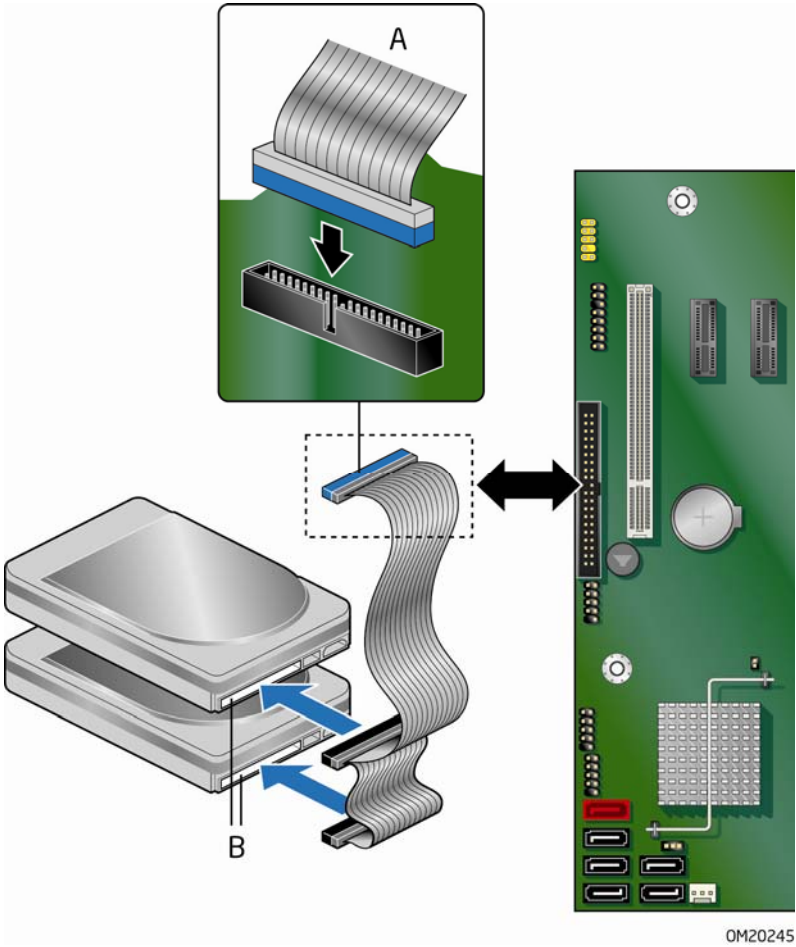

图 21. 连接 IDE 电缆
可使用 IDE 电缆将两个 IDE 驱动器连接到本台式机主板上。此电缆支持 ATA-66/100 传输协议。图 21 显示了电缆的正确安装方式。
- 将电缆带有单连接器（蓝色）的一端连接到英特尔台式机主板上（图 21 中的 A）。
- 将电缆带有相邻双连接器（灰色和黑色）的一端连接到驱动器上（图 21 中的 B）。